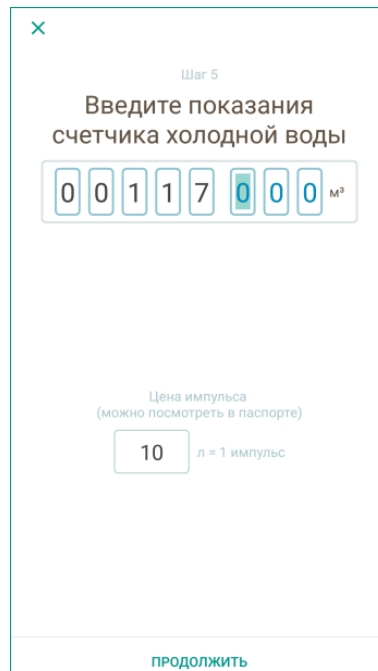

Рисунок 9.4 – Ввод показаний счетчика холодной воды
- 6.3. Введите текущие показания подключенного счетчика ресурсов и паспортное значение цены импульса, формируемого на выходе счетчика (см. рисунок 9.4).